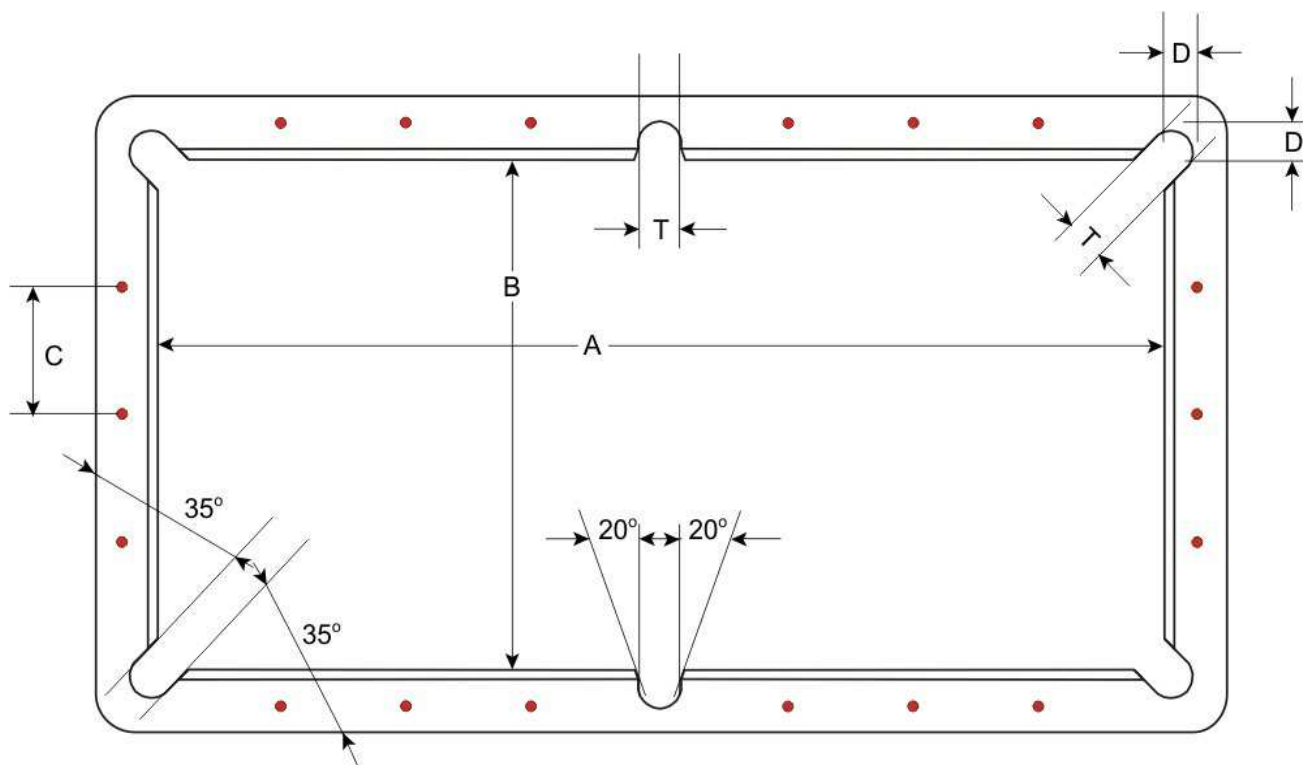

Abbildung 1
- (3) Die Einlaufschräge der Mitteltaschen beträgt ca. 20°, die der Ecktaschen ca. 35° (Abb. 1).
- (6) Der Bandenspiegel (Handauflagefläche) muss mindestens 100 mm breit sein. Auf dem Bandenspiegel sind Markierungen im Abstand von 70 - 90 mm (Maß D) zur Bandeninnenkante entsprechend dem Verhältnis A : C, (siehe Abb. 1) anzubringen.